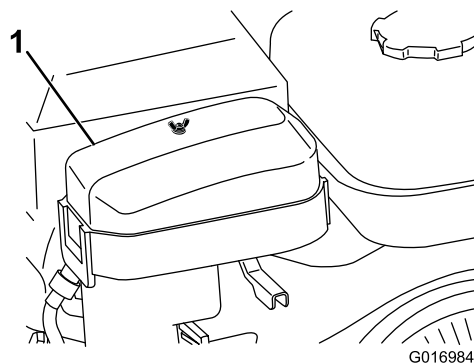

Figura 31
2. Retire la tuerca de orejeta que sujeta la cubierta del limpiador de aire y retire la cubierta (Figura 31).